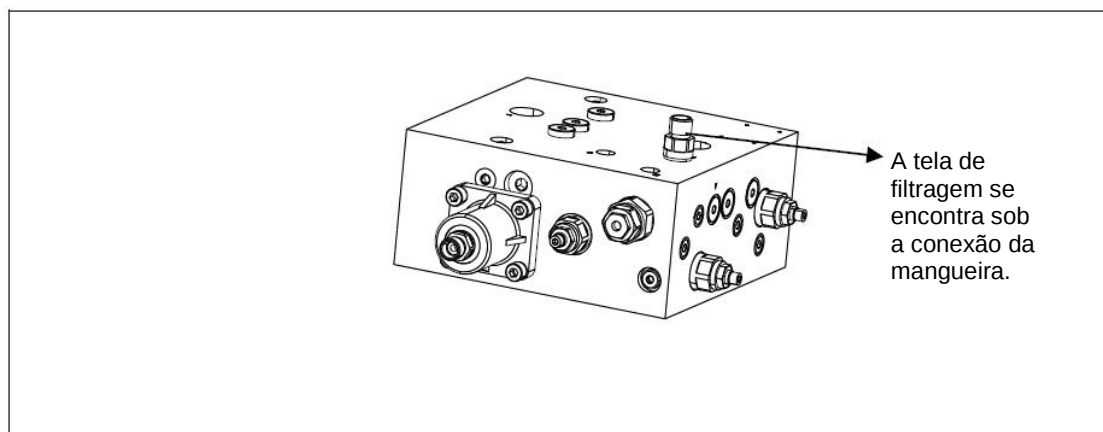

Figura 4-24 Válvula de amortecimento de giro
A válvula de amortecimento de giro é mostrada na Figura 4-24.
- Remova a válvula de extravasamento, como mostrado na Figura 4-24, utilizando uma chave e exponha a tela de filtragem;